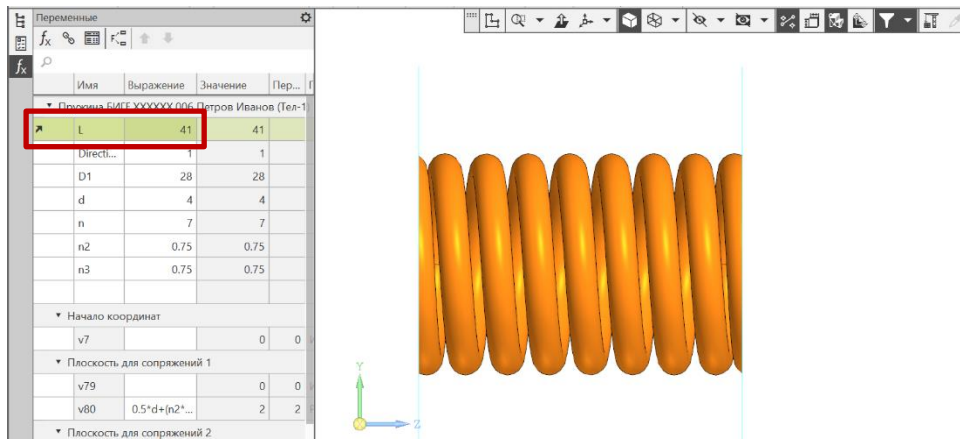

Рис. 24 Редактирование длины Пружины
- Раскрыть вкладку **Переменные**, поменять параметр – **L** (длина пружины) на **41** мм и выполнить команду **Перестроить** (рис. 24).